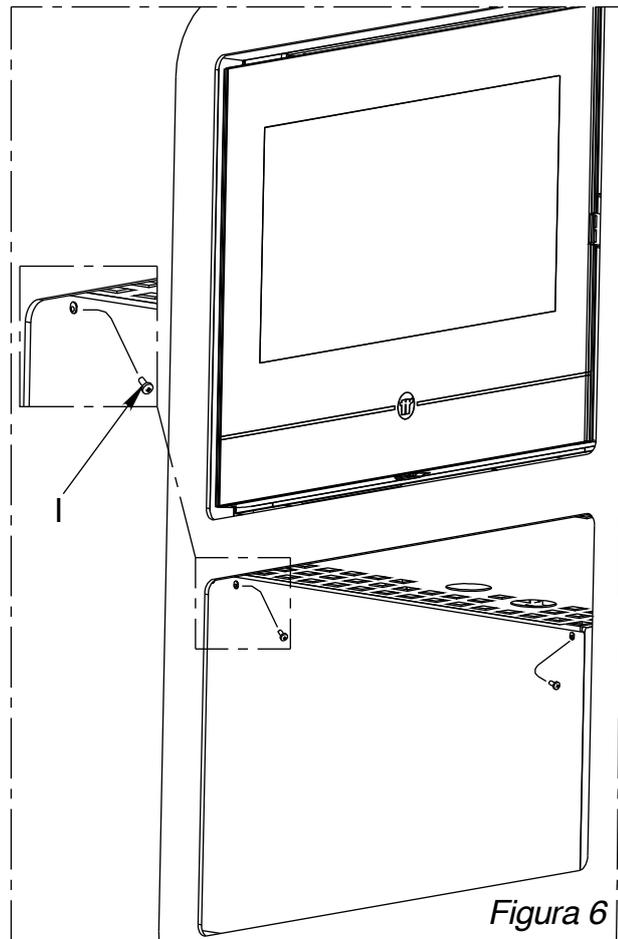

Figura 6
- Fissare ora il vano a giorno A attraverso le viti I (vite 3.9x9.5) (Figura 6).